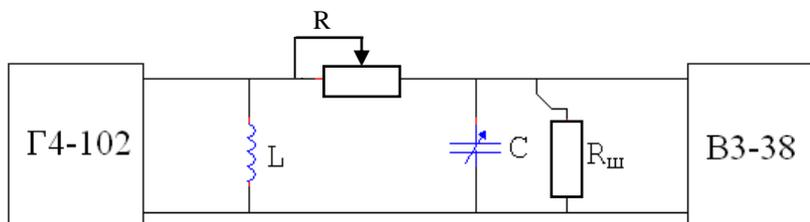

Рис. 2
- 5.1 Собрать схему измерений (рис. 2).